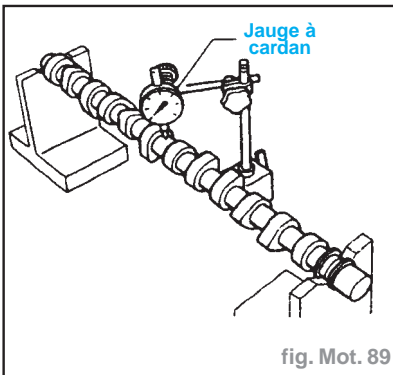

fig. Mot. 89
- Voile de l'arbre à cames [TIR (Indication totale du comparateur)] (fig. Mot. 89) :